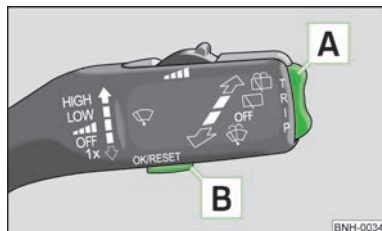

Fig. 6
► El Menú principal se activará pulsando la tecla basculante **A** » fig. 6 durante algún tiempo.
- Si en la pantalla informativa se muestran los mensajes de advertencia, estos mensajes se deben activar con la tecla **B** » fig. 6 de la página 15 para activar el menú principal.